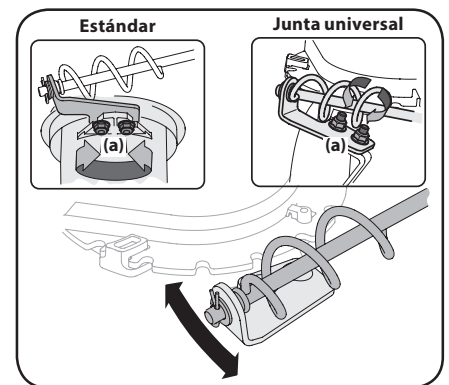

Figura 4-11
1. Afloje las dos tuercas (a) que sujetan el soporte del canal y cambie su posición ligeramente. Consulte la Figura 4-11.